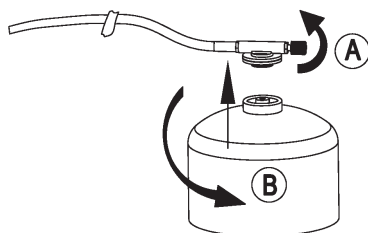

Figure 1
DE CONNECTER LA CARTOUCHE DE GAZ (FIGURE 1, PAGE 37)
(1) Comme le montre la **figure 1-A** , tourner le bouton rotatif ⑪ dans le sens des aiguilles d'une montre jusqu'en butée (la flèche pointe vers "-") pour fermer le raccordement au gaz.
(3) Vissez fermement la cartouche de gaz (dans le sens antihoraire) et le connecteur de gaz combustible, comme illustré à la **figure 1-B**